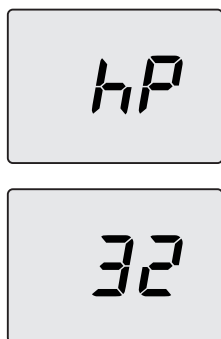

Figura 9.12
- Premendo il tasto 14 è possibile variare la potenza in modalità spazzacamino: con visualizzazione sul display LCD delle lettere **hP** che si alternano con il valore di temperatura minimo dell'acqua di riscaldamento (es.32), indicanti l'entrata nell'attivazione della "funzione spazzacamino" alla potenza minima in riscaldamento (Figura 9.12).